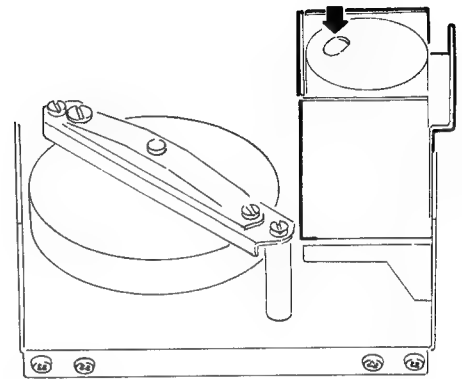

Abb. 8
- b) Bei laufender Cassette (PLAY) die Geschwindigkeit durch Verdrehen der Schraube (Schutzabdeckung mit Schraubenzieher durchstoßen) auf der Rückseite des Antriebsmotors einstellen (Abb. 8). Zur besseren Zugänglichkeit kann die Platte VM 6/A hinter dem Antriebsmotor entfernt werden.